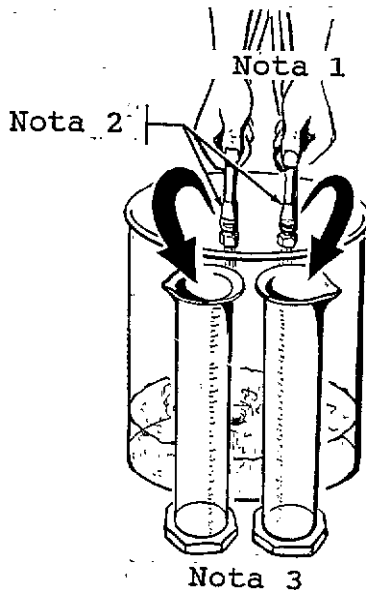

Fig. 4
1. Desconectar las mangueras de fluido de las válvulas de entrada del mezclador, anotando a qué válvula se conecta cada una de las mangueras. A continuación, introducir los extremos de las mangueras en un contenedor, y colocar junto a este último dos probetas graduadas del mismo tamaño. Ver Fig. 4.